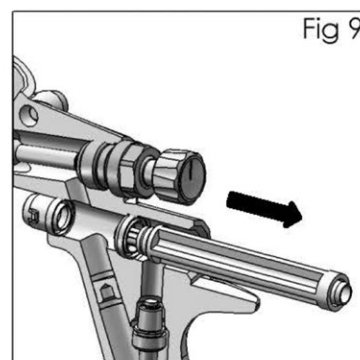

Fig 9
7. Utilizando una herramienta de servicio (44), enganche la muesca detrás del asiento de válvula (19) (Ver Fig. 9).